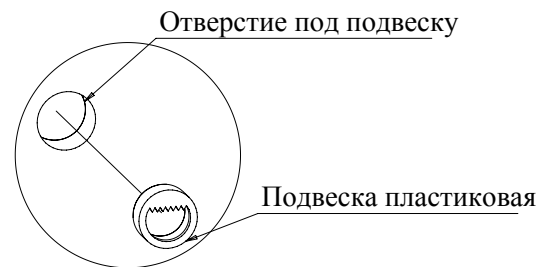

Рис.1
1. Установите подвески пластиковые (Рис. 1).
Важно: установите подвеску пластиковую таким образом, чтобы площадка с зубчатой опорой была строго вверх (Рис. 1). Такое расположение подвески обеспечит легкое выполнение монтажа изделия на стене и его регулировки.